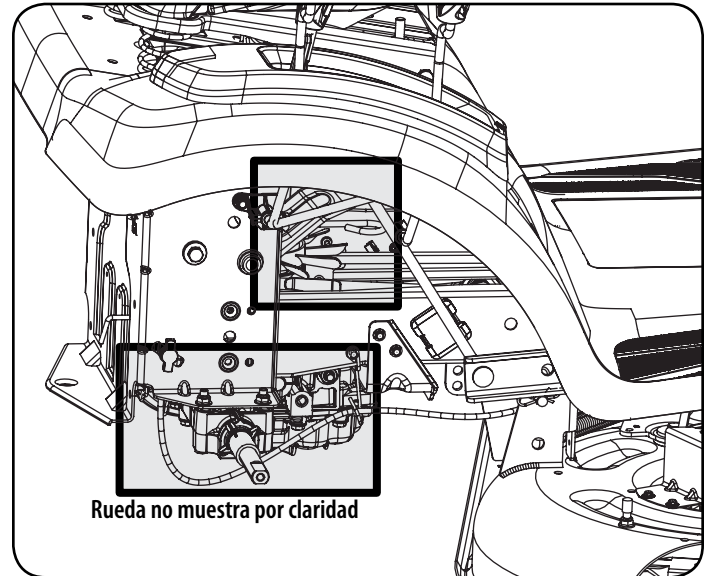

Figura 18
- Limpia alrededor y cerca de la transmisión, el eje y el área del ventilador. Vea la Figura 18.